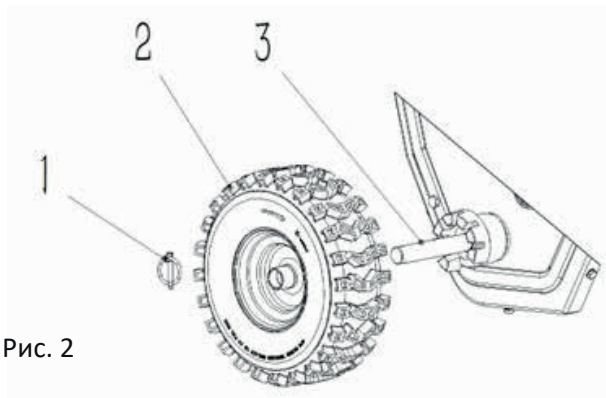

Рис. 2
Как показано на рисунке 2, наденьте колесо (2) на вал колеса (3) и вставьте пружинный штифт (1) в отверстие вала колеса (3). Установите левое (или правое) колесо таким же образом и обратайте внимание на направление, указанное стрелкой на шине. (См. рис. 2)